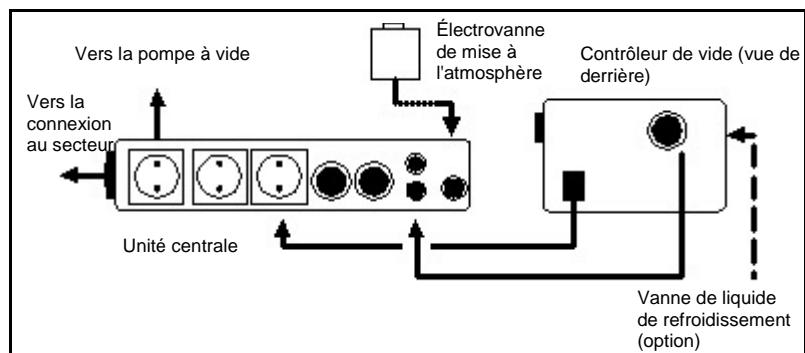

Fig. 11 : Raccordement électrique système LABOPORT SC
**i** Les figures 11 et 12 montrent un aperçu du schéma de raccordement électrique pour les systèmes LABOPORT SC et SCC.